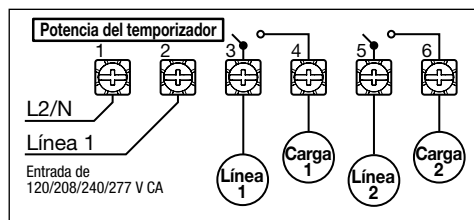

FIG. 5d DT104 configurado para cargas DPST con el conjunto de puentes configurado en SIM
3. Inserte los extremos del cable debajo de los terminales de bornes correspondientes y apriete los tornillos a 10,5 lbf-in. Consulte FIG. 5 de A a FIG. 5D.